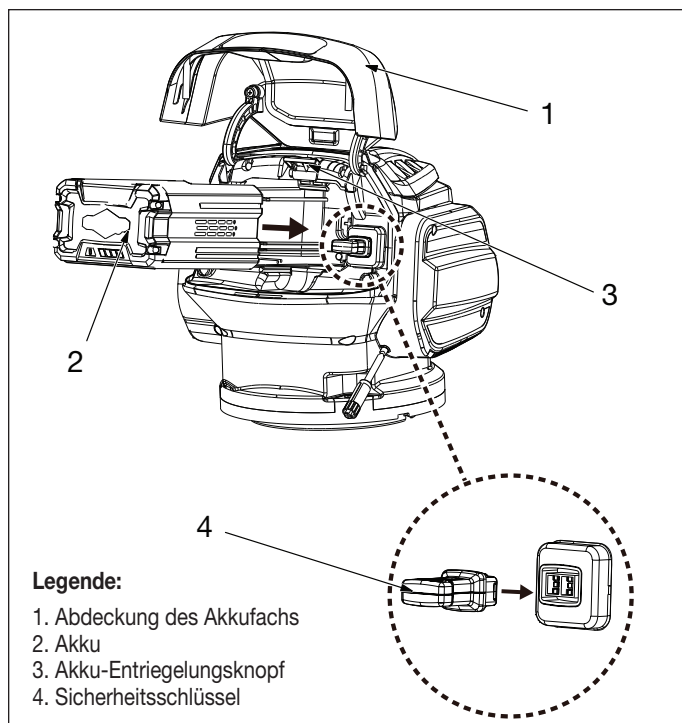

Abbildung 6: Akku-Installation
2. Heben Sie die Abdeckung des Akkufachs an und halten Sie diese offen. Siehe Abbildung 6.
4. Schieben Sie den Akku nach außen und entnehmen Sie ihn aus dem Akkufach. Siehe Abbildung 6.